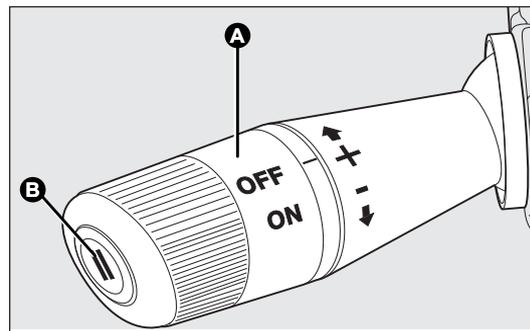

fig. 48
Tourner le sélecteur A-fig. 48 en position ON.
- tourner la bague A-fig. 48 sur ON et en appuyant sur la pédale d'accélérateur, amener la voiture à la vitesse souhaitée ;
- appuyer sur le bouton B-fig. 48.
- en appuyant sur le bouton B – fig. 48 lorsque le dispositif est en train de réguler la vitesse (pour les versions/marchés, où cela est prévu) ;
- en appuyant sur la pédale d'accélérateur ; dans ce cas, le système n'est pas désactivé effectivement mais la demande d'accélération est prioritaire sur le système ; le cruise control reste toutefois actif, sans qu'il soit nécessaire d'appuyer sur le bouton B-fig. 48 pour revenir aux conditions précédentes une fois l'accélération terminée.